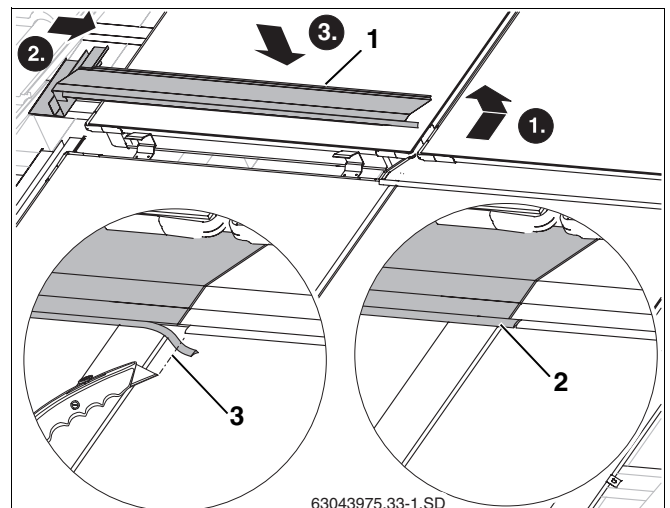

Fig. 53 Colocación de la chapa protectora central izquierda
- Sitúe el canto de la chapa protectora izquierda (fig. 53, **pos. 1**) en la empuñadura del marco del colector como en el caso de la chapa protectora derecha.
- Recorte la falda de goma (fig. 53, **pos. 3**) hasta que haga tope con la falda de goma de la chapa protectora derecha.
- Introduzca la falda de goma de la chapa protectora izquierda en la unión de la chapa protectora derecha (fig. 53, **pos. 2**).